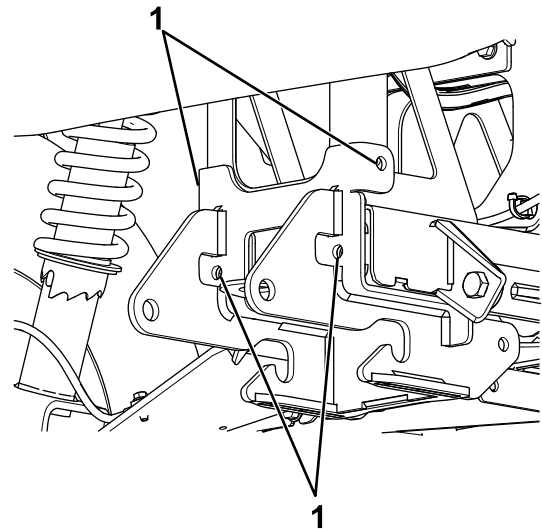

Figura 1
2. Usando la placa de protección del quitanieves como guía, abra los 4 taladros indicados en Figura 1 a un diámetro de 7/16".